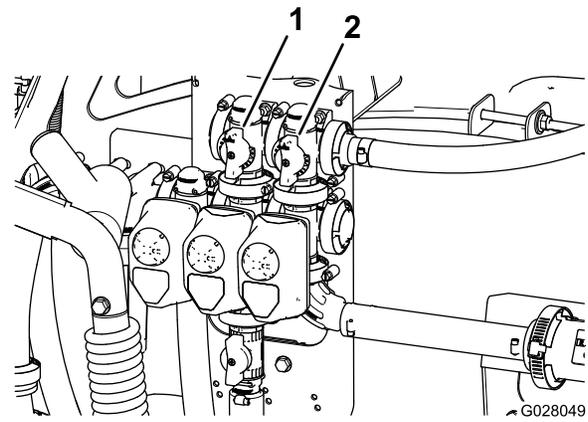

Figura 24
11. Ajuste la válvula de desvío de agitación (Figura 24) en la parte trasera de la válvula de
9. Ajuste la palanca de desvío de sección principal para controlar la cantidad de agitación en el depósito (Figura 24).